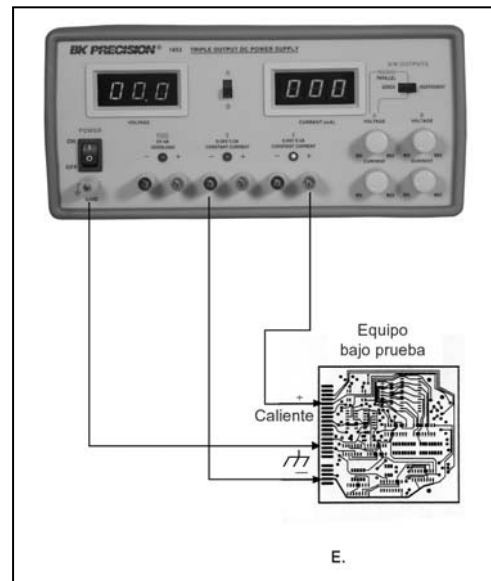

Fig. 8. Posibilidades de conexión a tierra en la operación de rastreo en serie (0-48V) (3 de 3)
8. La Fig. 8 muestra las posibilidades de conexión a tierra para usar la unidad como fuente de 0-48V.
- a. Si la polaridad negativa del circuito bajo prueba es también el chasis o común, puede conectarse a tierra uniendo la terminal (-) negra de “B” con la verde (GND) de “B” como se muestra en la Fig. 8